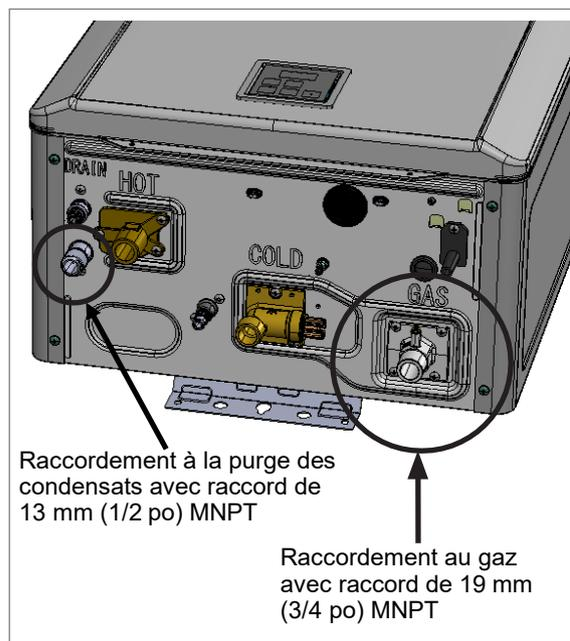

Figure 48
1. Appliquer un produit d'étanchéité pour filetage sur l'orifice de purge des condensats de 13 mm (1/2 po) MNPT. Se reporter à la figure 48 pour l'emplacement de la purge des condensats.